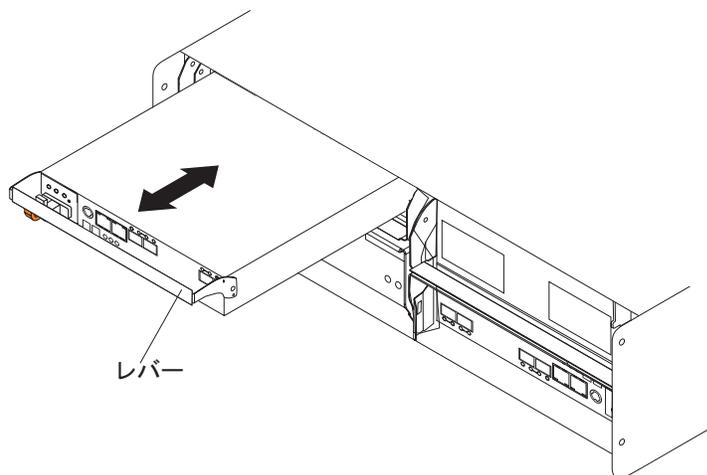

図 75. DS3950 からのコントローラーの取り外し
9. シャーシからレバーをゆっくりと手前に引いて、コントローラーをベイから取り外します。コントローラー・レバーを解放する際には両手を使用してください。140 ページの図 75 に、ストレージ・サブシステム・シャーシからスライドするコントローラーを示します。